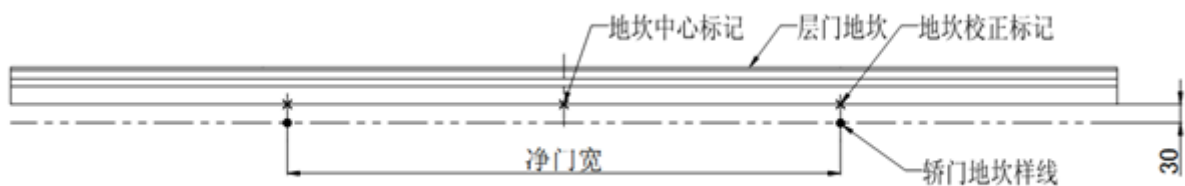

图 14-2
14.1.1.1 根据样板架上悬挂的门口铅垂线的净门宽, 安装前在地坎边沿的平面上, 刻以安装校正地坎用的标记, 见图 14-2。